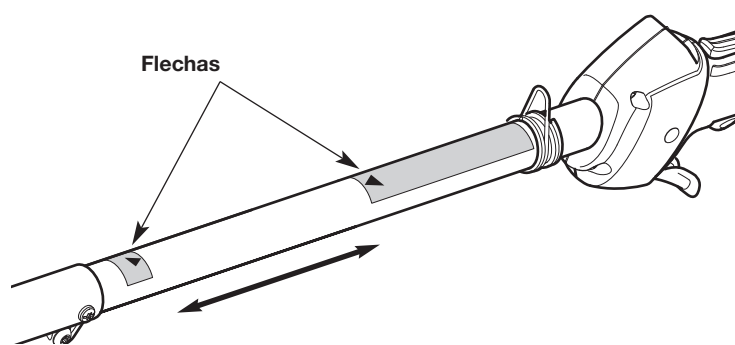
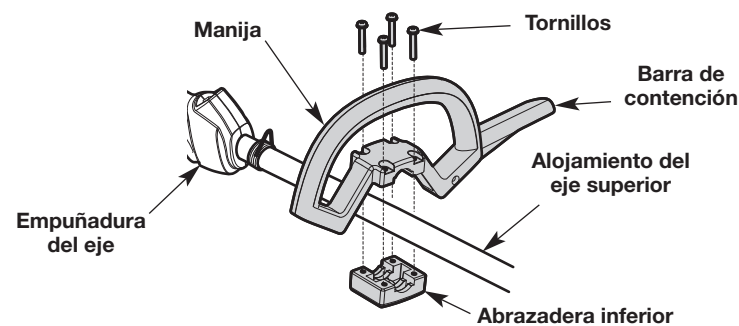

Fig. 7
Fig. 8
1. Use un destornillador mediano de cabeza plana o un destornillador T-25 Torx para extraer los cuatro (4) tornillos y la abrazadera inferior de la manija (Fig. 8).
2. Coloque la manija encima del alojamiento del eje superior (Fig. 8). Verifique que la barra de contención está del lado izquierdo (Fig. 8) cuando sujete la unidad en la posición de funcionamiento (Fig. 17).
4. Inserte los cuatro (4) tornillos a través de la manija y en la abrazadera inferior.
6. Mantenga la unidad en la posición de funcionamiento (Fig. 17). Mueva la manija hacia arriba o abajo del alojamiento del eje superior hasta que esté en una posición cómoda. Asegúrese de que la manija esté colocada entre las dos flechas (Fig. 7).
2. Mantenga la unidad en la posición de funcionamiento (Fig. 17). Mueva la manija hacia arriba o abajo del alojamiento del eje superior hasta que esté en una posición cómoda. Asegúrese de que la manija esté colocada entre las dos flechas (Fig. 7).